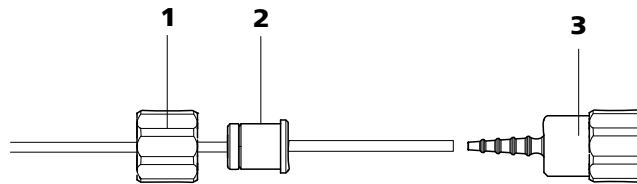

Figura 27 Instalación de una conexión de tubo de bomba sin filtro
- **Caso B:** una conexión de tubo de bomba **sin filtro** 6.2744.160 (véase Figura 27, página 46).